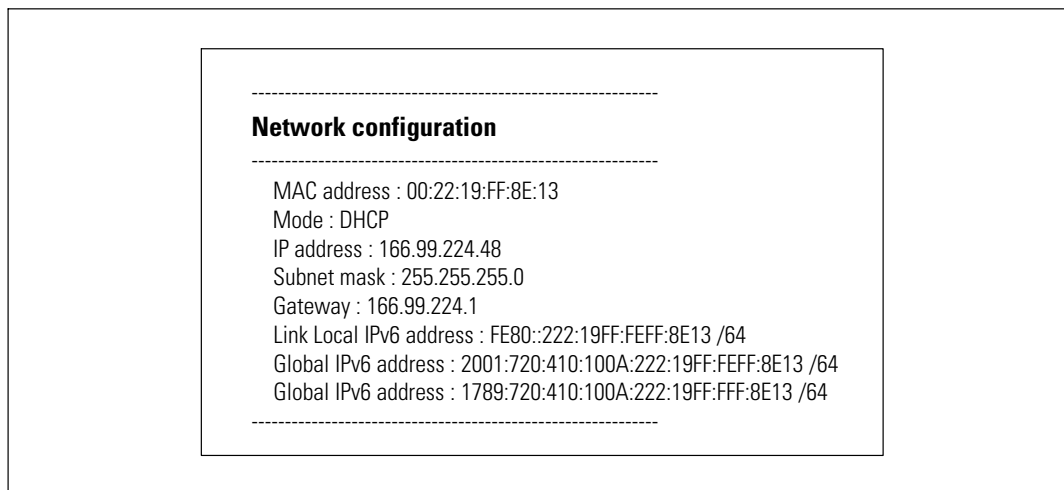

图 10. 网络配置菜单
- 2 键入 **1** 并按下 **Enter**。卡会显示服务器提供的设置（参见图 10）。